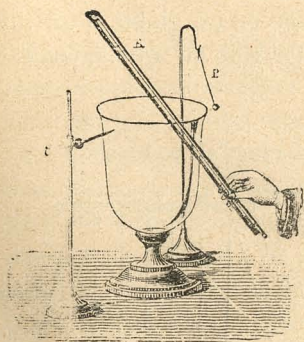

Fig. 106.—Vibración de una campana de vidrio
**3. Producción del sonido.**—*El sonido resulta siempre de la vibración de un cuerpo elástico.* Si se frota un arco de violín (fig. 106) en el borde de una campana de vidrio, ésta da un sonido, y su movimiento vibratorio puede evidenciarse con los golpes pequeños y reiterados que